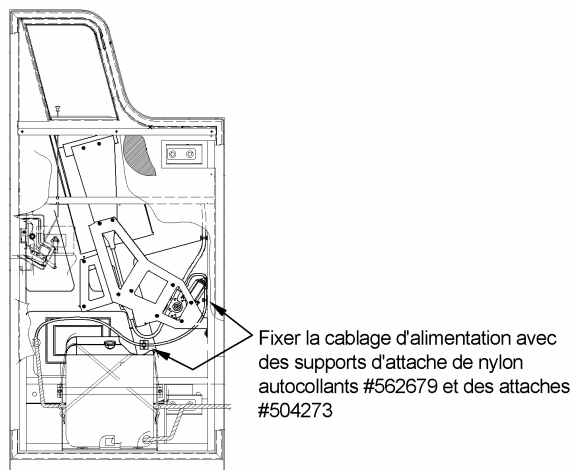

FIGURE 10
12. Fixer le câblage d'alimentation avec des attaches de nylon selon la figure 10.